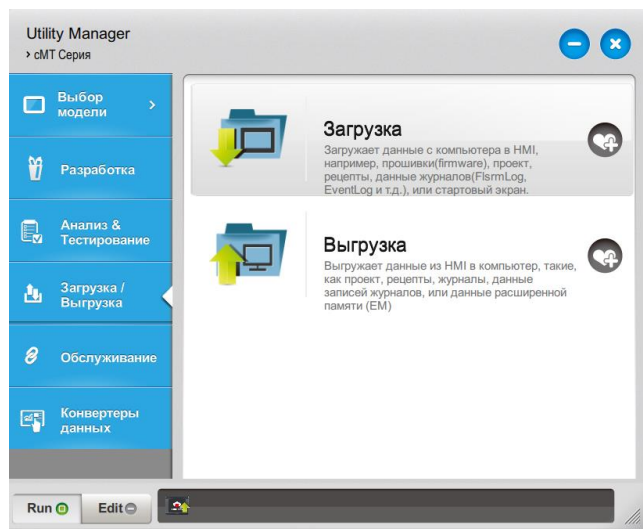

Рисунок 4.11 – Окно «Загрузка/Выгрузка» ПО Utility Manager
3. Перейти на вкладку «Загрузка/Выгрузка» (рисунок 4.11).